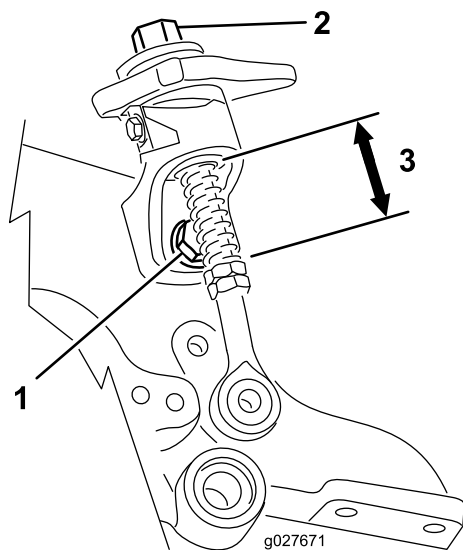

图31
2. 拧松快速升起安装螺栓，确保螺纹杆排成一条直线，且没有绑定在快速斜面上（图31）。拧紧螺栓。
3. 检查螺纹杆上快速升起弹簧的长度，应为 3.5cm（图31）。
4. 如果高度调节旋钮不能自由旋转，则可能是轴套脏了（图31）。